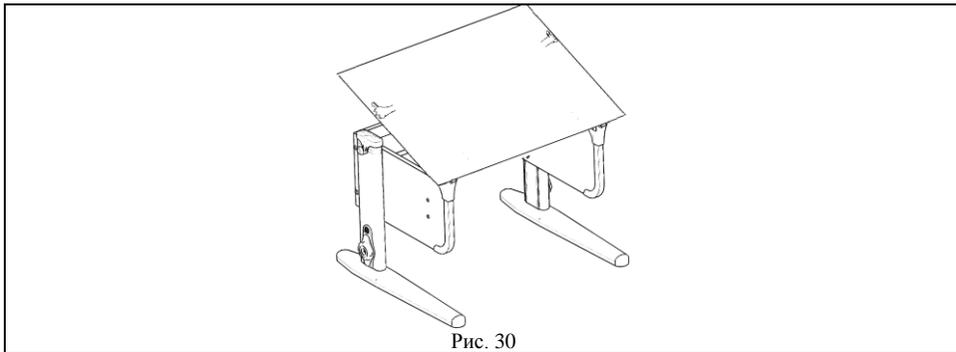

Рис. 30
6.9.1. Приподнять столешницу (держась за дальний левый или правый угол столешницы) до фиксации на нужный угол наклона. См. рис. 30.